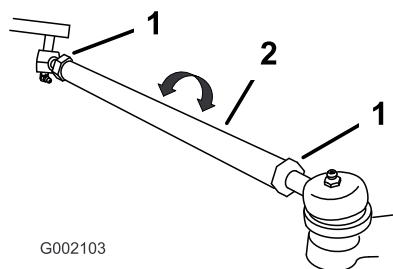

Figure 44
7. Si les mesures ne sont pas comprises entre 0 et 6 mm, desserrez les écrous de blocage aux deux extrémités des biellettes (Figure 44).